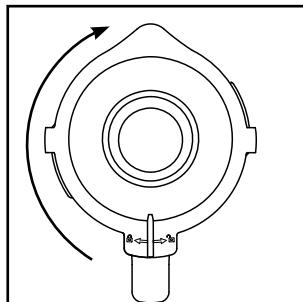

Fig. 2
4) Appuyez à nouveau fermement le couvercle **②** sur le bol mixeur **③** de manière décalée. Refermez le couvercle **②** en le tournant dans le sens horaire jusqu'à ce qu'il encrante audiblement en position  (voir fig. 2).